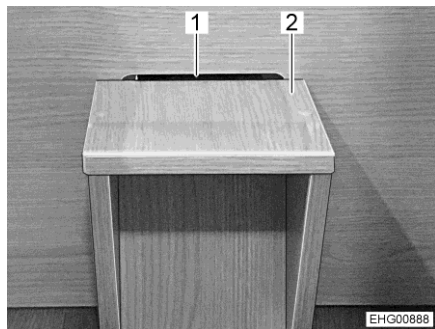
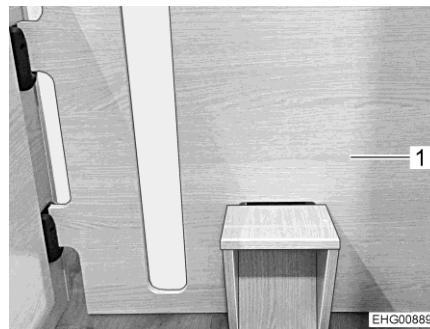

Bild 50 Steg
Bild 51 Mellanvägg med steg
- Häng på steget (Bild 50,2) i det nedre utsnittet (Bild 50,1) på mellanväggen (Bild 51,1).
- Sätt in mellanväggen (Bild 51,1) mellan de längsgående bakre sängarna. Mellanväggen ska då hängas i det andra läget (sett från köksenhetsen).